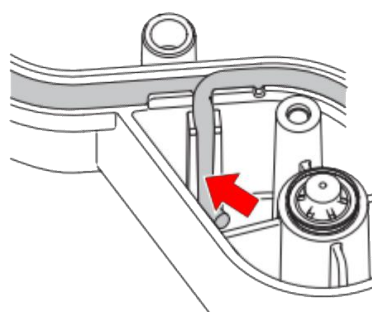

Figura 7
5. Posizionare la seconda estremità della striscia di tenuta sulla prima estremità e quindi farla scorrere fuori dal condotto. Attaccare la striscia di tenuta sul fondo utilizzando il supporto. Indicato dalla freccia in Figura 7.